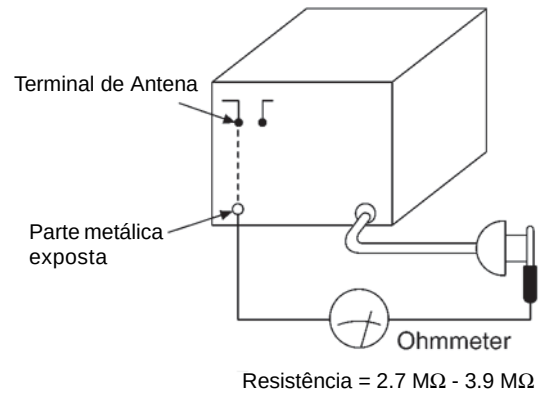

Fig.1
4. Em equipamentos com terminais de antena, a leitura do ohmímetro deverá estar entre $2.7\text{ M}\Omega$ e $3.9\text{ M}\Omega$ em todas as partes expostas. (Fig.1)